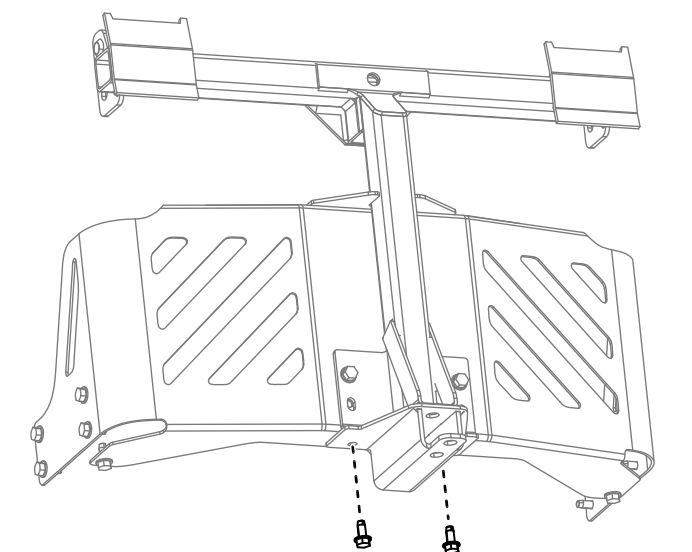

Figure 12
3. Fixez le cadre pivotant au bas du cadre de la machine à l'aide de 2 vis autotaraudeuses (5/16" x 3/4"), comme montré à la Figure 12.